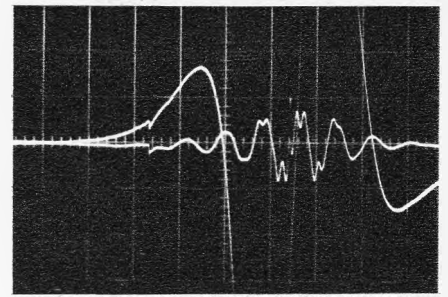

Bild 16. Kontrollspur mit Schneideimpuls. Zur besseren Sichtbarmachung befindet sich der Schneideimpuls links vom Vergleichsimpuls
2. Mechanisch-elektronisch: Dieses Verfahren ist das gebräuchlichere. Eine Videoband-Schneideeinrichtung ermöglicht das Abtasten und Sichtbarmachen der Kontrollspur. Mit Hilfe eines rotierenden Kopfes wird die Bandunterkante abgetastet und die Kontrollspur auf einem kleinen Oszillografen sichtbar gemacht. Ein in der Schneidelehre befindlicher Motor erzeugt einen Vergleichsimpuls (Sinus), auf dessen einer Flanke der Schneideimpuls zur Deckung gebracht wird, so daß dann der mechanische Schnitt vorgenommen werden kann (Bild 16).